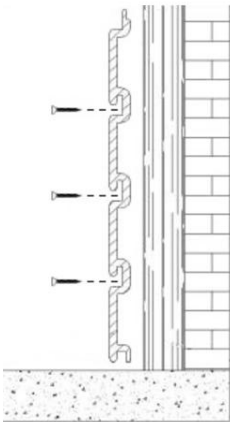
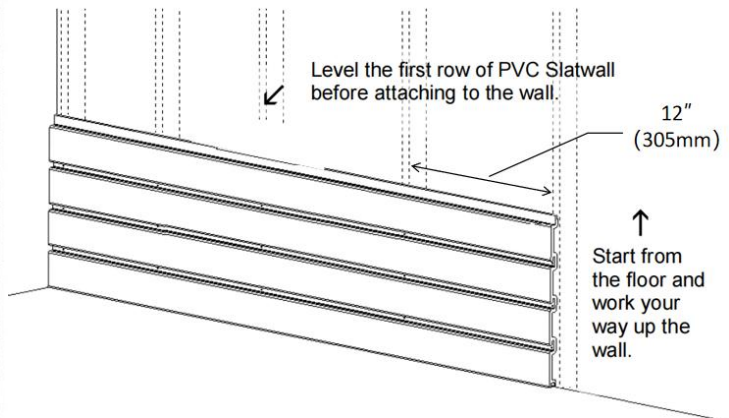
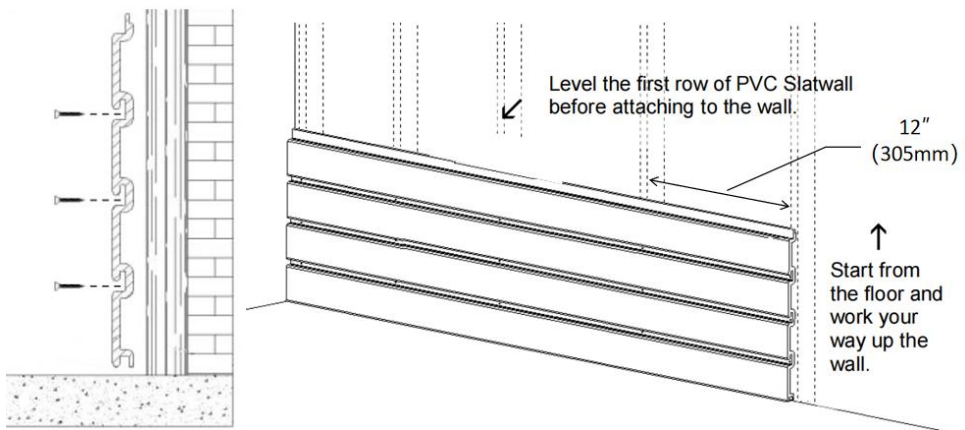

Figure 2
Figure 3
Figure 2 Figure 3
2. It is recommended to install the wooden strips to the wall at intervals of 12" (305mm). Then install screws in the slots of the wall panels, as shown in Figure 2 and Figure 3. Be sure to level the Slatwall before screwing them into the wooden studs.
4. Il est recommandé d'installer les bandes de bois au mur à des intervalles de 12" (305 mm). Installez ensuite les vis dans les fentes des panneaux muraux, comme illustré à la Figure 2 et à la Figure 3. Assurez-vous de mettre à niveau le Slatwall avant de le visser dans les montants en bois.